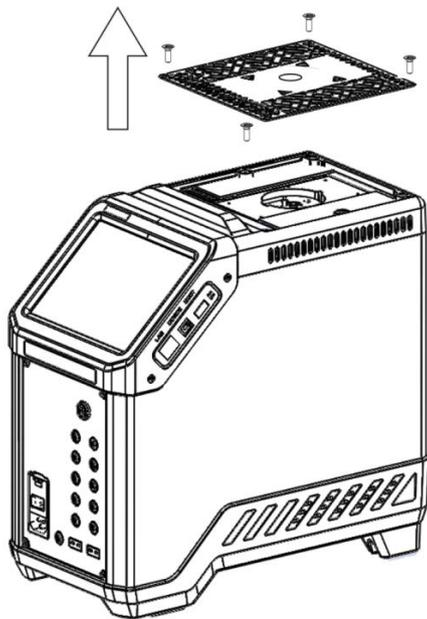
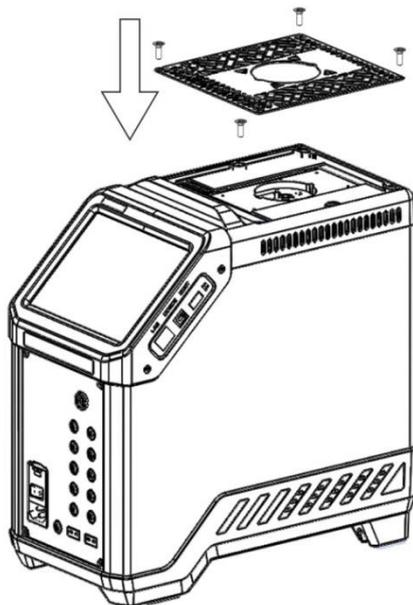

图 1 拆卸原防护板
图 2 更换套件内防护板
- 1) 将干体炉原有的防护板更换为套件中的防护板，见图 1、图 2；